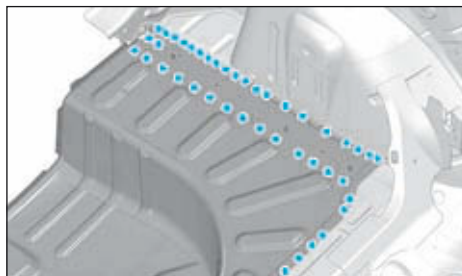
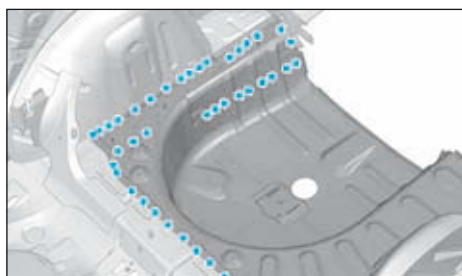

FIG.178
FIG.179
- Dépointer les points de soudure du plancher de charge (Fig178) et (Fig179).